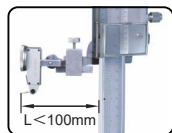

Abb. 1
- Der Abstand L zwischen Kontaktpunkt und Basis sollte innerhalb von 100 mm liegen (Abb. 1).